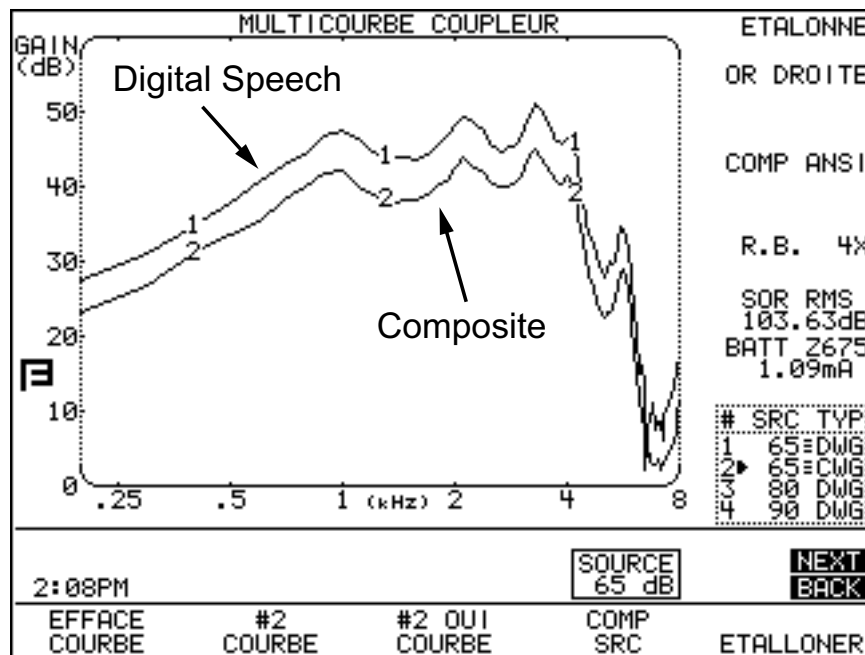

Figure 3.2.3—Comparaison des courbes en vocale numérique (digital speech curve)
6. Comparez la courbe #1, faite avec le DIG SPCH, et la courbe #2, faite avec le signal COMP. Si l'appareil auditif contient un circuit de réduction de bruit, la courbe #2 devrait montrer moins d'amplification que la courbe #1. Voir figure 3.2.3.